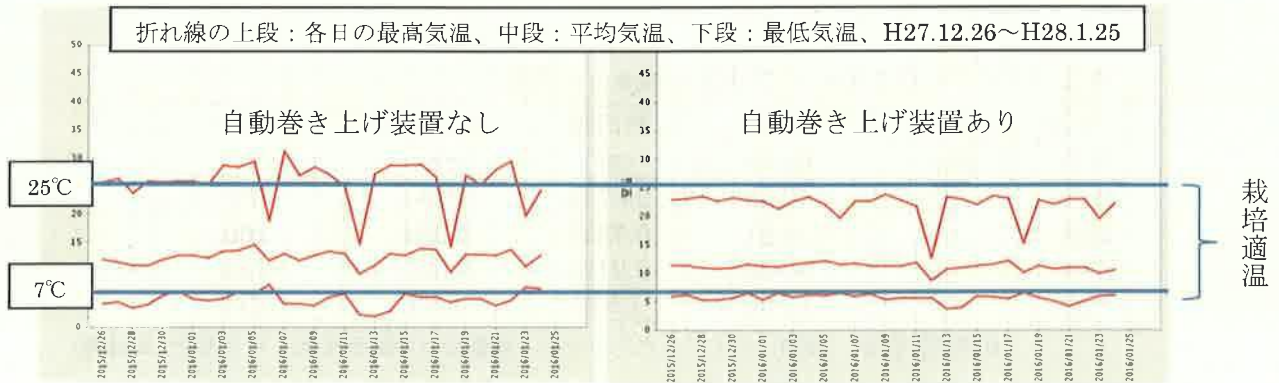

図 11 いちごハウスのベッド面から 25cm の高さの気温
1) 「側面自動巻き上げ装置」は省力以外にもハウス内環境を作物の生育に最適な状態に保つために有効です (図 11)。雨天センサーを付けると、風雨が強い場合には気温が高くても側窓が開かないので安心です。
「ハウス内環境測定装置」は気温、湿度、照度、炭酸ガス濃度などを継続的に測定してグラフで表示できます (上記図 11)。1 日のハウス内環境変化の流れを把握し、栽培に適した環境に管理することで、収量・品質の向上が期待されます。また、データの蓄積により、過去と現在のハウス環境を比較して、栽培に適した環境への改善、栽培管理の見直しにも活用できます。さらに、詳細なデータが得られるため、台風時のハウス閉めきりによる高温や、降雪時の低温などによる生育障害の原因究明にも活用できます。